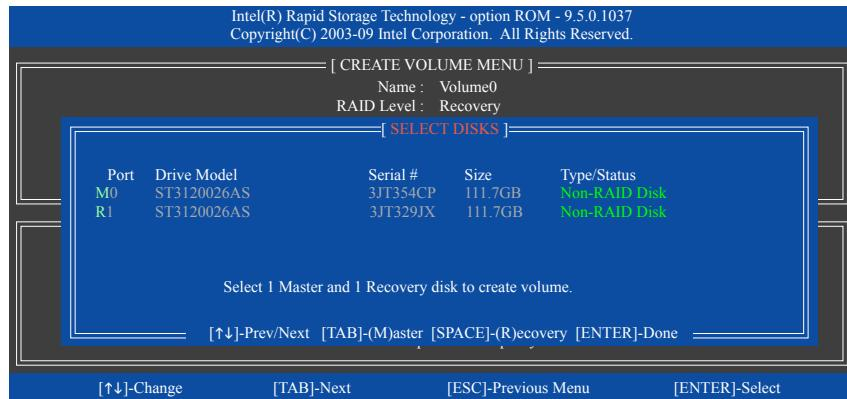

図10
**Select Disks** アイテムの下で、<Enter>を押します。**SELECT DISKS** ボックスで、マスタードライブに対して使用するハードドライブには<Tab>を押し、リカバリドライブに対して使用するハードドライブには<Space>を押します。(リカバリドライブの容量がマスタードライブの容量より大きいことを確認してください)。<Enter>を押して確認します。(図10)